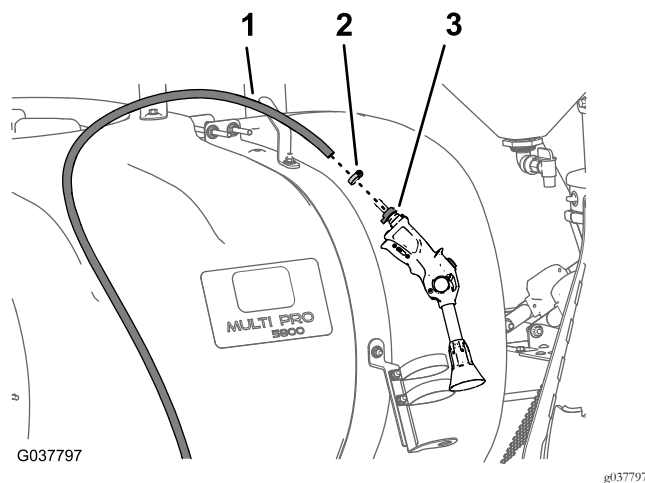

Figura 39
1. Rimuovete la fascetta stringitubo che fissa il flessibile di alimentazione al portagomma dentellato del flessibile della pistola di irrorazione (Figura 39).
2. Rimuovete il flessibile dal portagomma dentellato del flessibile (Figura 39).